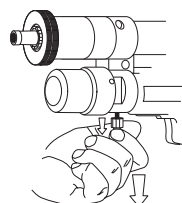

Abb. 16
- 3) die Schutzmutter nach unten bis zur Auslösung der Antilockiereinrichtung ziehen (Abbildung 16);